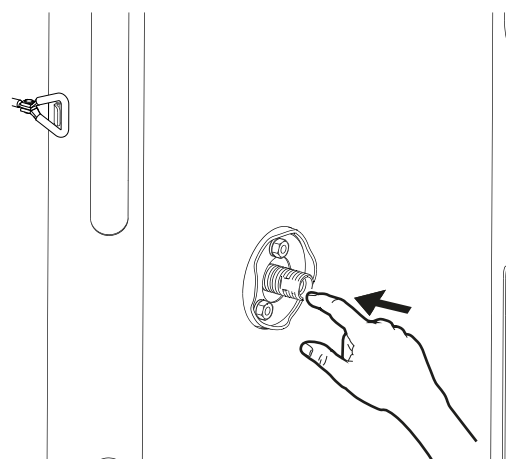

Fig. 25
3. Die Düse ins Filter drücken (Fig. 25).